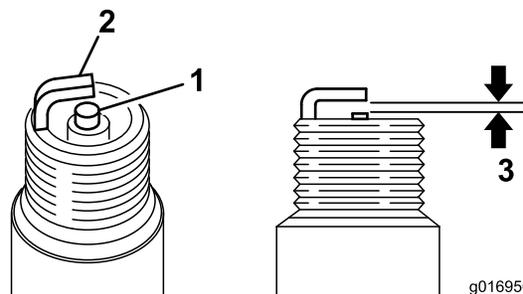

Figura 39
3. Ajuste a folga para 0,6 a 0,7 mm como se mostra na (Figura 39). Monte a vela com a folga correta e aperte-a com uma força de 23 N m.